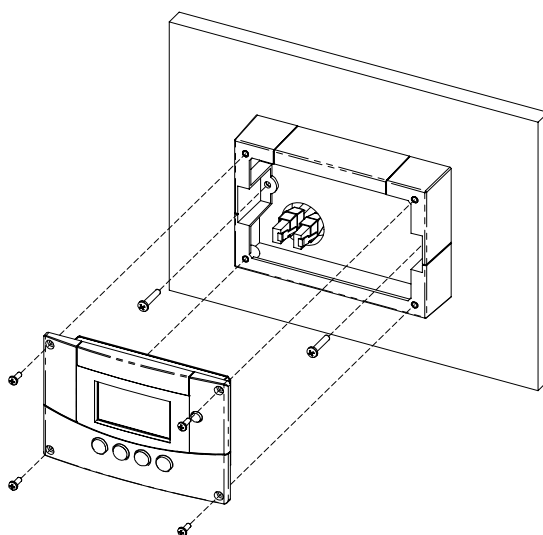

Рис. 2-8 Поверхностный монтаж системной панели управления
6. Вставьте устройство в монтажную скобу и закрепите его четырьмя винтами №6. См. Рис. 2-8.